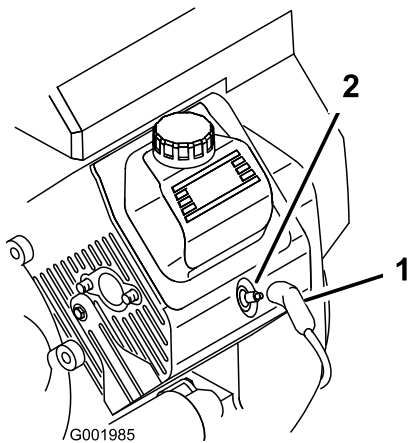

Figura 44
3. Puxe os fios das velas de ignição (Figura 44).
3. Empurre os fios para as velas de ignição (Figura 44).